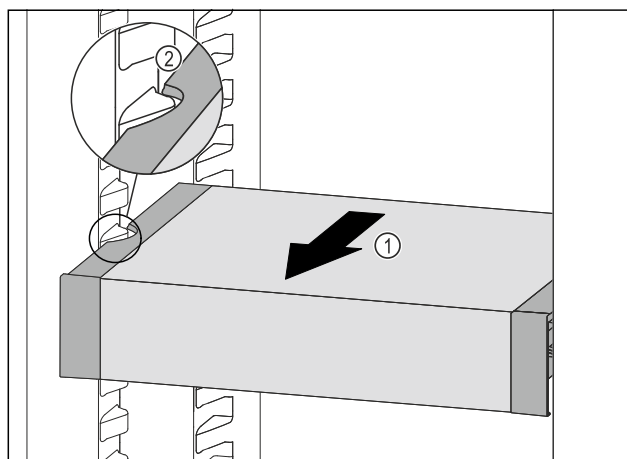

Fig. 132
- ▶ Trageți în față VarioSafe Fig. 132 (1), până când degajările laterale ale VarioSafe se află la înălțimea nervurii recipientului din frigider. Fig. 132 (2)